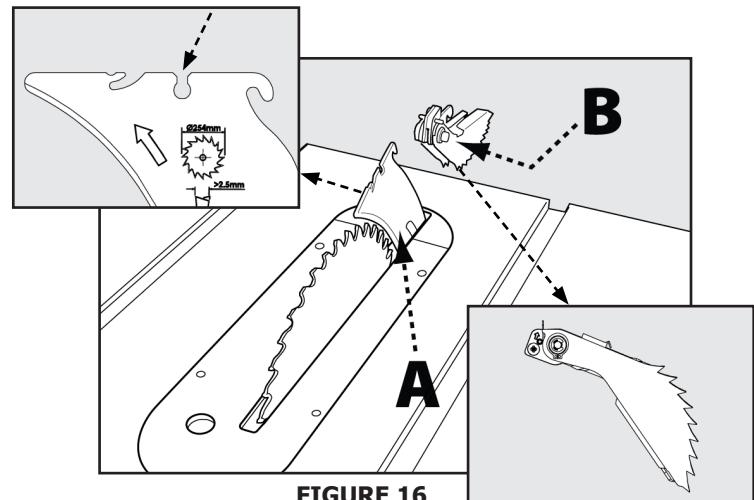

FIGURE 16
- Reportez-vous à la Figure 16 et localisez la fente de montage des doigts anti-retour (A) au milieu du bord supérieur du couteau diviseur.
- Faites coulisser la fente au milieu de l'ensemble de doigts anti-retour le long de la partie supérieure du couteau diviseur jusqu'à ce que la tige (B) localise la fente centrale sur le couteau diviseur.
- Enfoncez la tige sur l'ensemble de doigts anti-retour (B) pour permettre à l'ensemble de tomber dans la fente. Appuyez sur l'ensemble de doigts anti-retour jusqu'à ce qu'il s'enclenche et se verrouille. Relâchez la tige.
L'épaisseur du couteau diviseur (A) doit être supérieure à celle du corps de la lame ou de la plaque (B) et inférieure à la largeur de trait de scie ou de découpe C comme le montre la Figure 16. Le couteau diviseur fourni avec cette scie fait 2,2 mm d'épaisseur et peut être utilisé uniquement avec une lame de 10 pouces (254 mm) pour une largeur minimale du trait de scie de 0,102 pouces (2,6 mm) et une épaisseur maximale du corps de 0,073 pouces (1,8 mm). Ne pas essayer d'utiliser ce couteau diviseur avec des lames qui ne respectent pas ces dimensions.